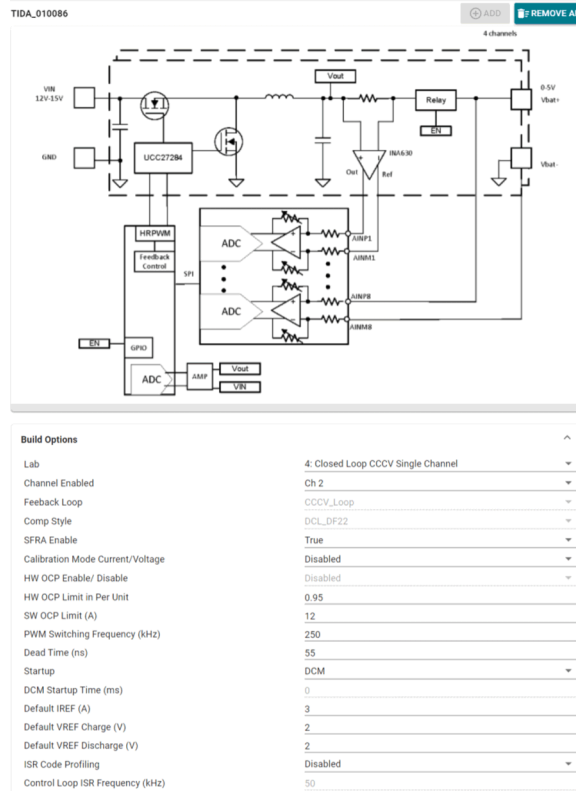

图 3-2. 该设计的 powerSUITE GUI 页面
4. 此操作将工程导入到工作区环境中，并显示具有与图 3-2 类似的 GUI 的配置页面。